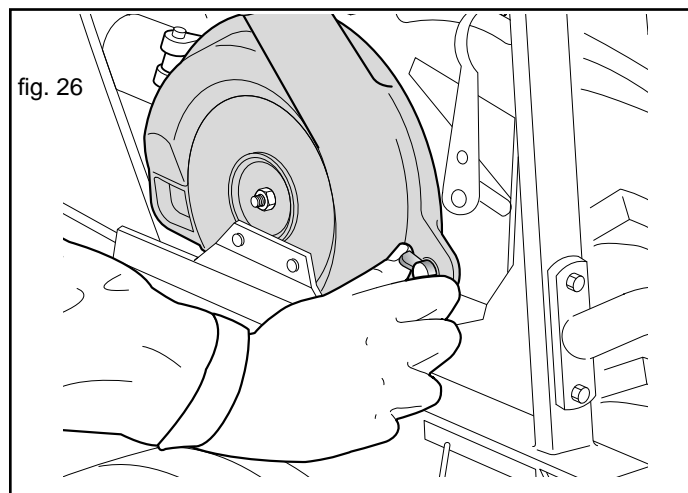

fig. 26
- Ne serrer l'écrou à ailettes pour la fermeture du couvercle que manuellement (Fig. 26).
- 1) Dévisser et retirer l'écrou à ailettes (Fig. 26);
- 6) Refermer le couvercle et revisser l'écrou à ailettes (Fig. 26).